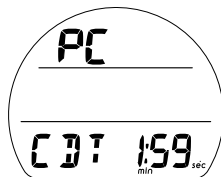

Fig. 112 - INTERFACCIA PC
Se si rileva una connessione di interfaccia, il dispositivo richiedente (PC) si collega al VEO e viene preparato per il caricamento delle impostazioni o per il download dei dati, operazioni avviate entrambi mediante il programma del PC. Durante questo processo, sullo schermo del VEO compare una schermata PC con un conto alla rovescia di 2 minuti (Fig. 112). Le operazioni di caricamento o scaricamento dati devono essere avviate entro tale periodo.